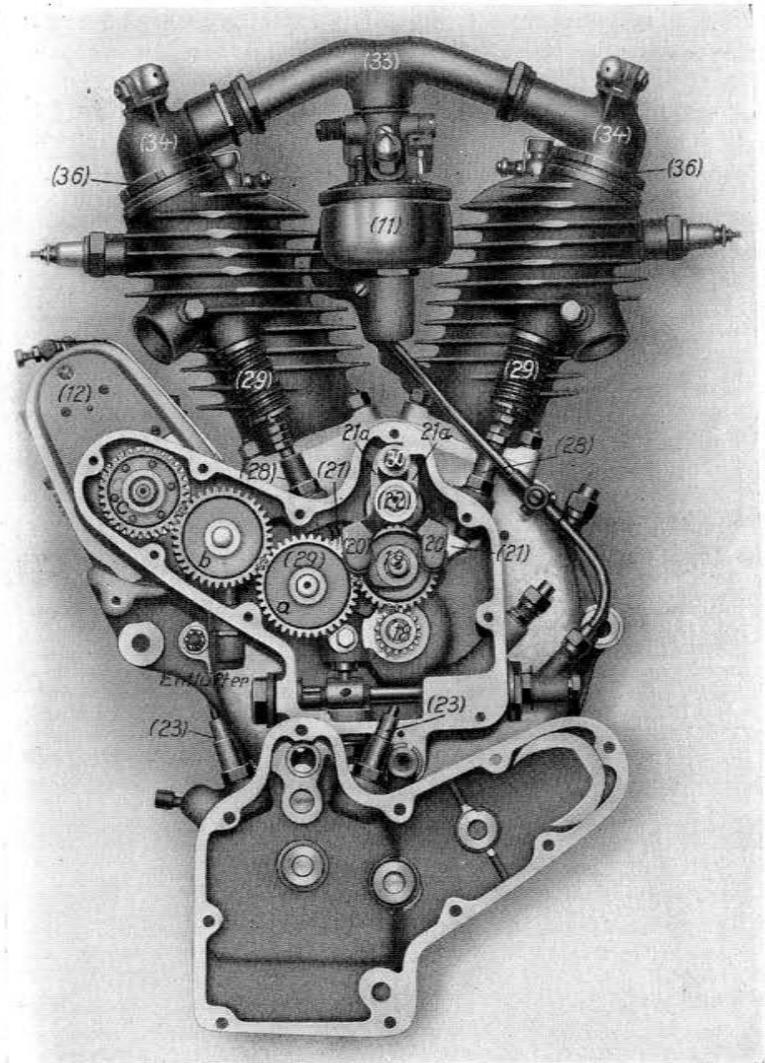

Abb. 4.
Der Antrieb des Magnetzünders (12) erfolgt, wie aus der Abb. 4 ersichtlich ist, durch eine Zahnradübertragung.